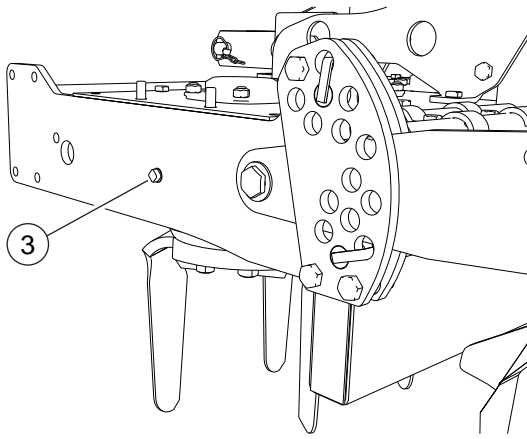

FIG. 42
- Einen Behälter unter den Deckel des Ölausgangs setzen (3, "Fig. 42").